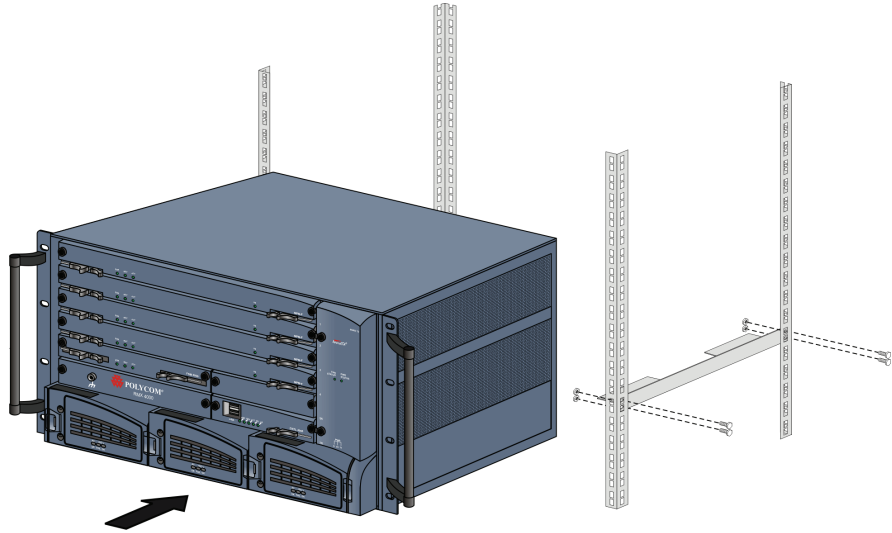

Figura 1-2 Instalación de las correderas y la RMX en un bastidor
- 1 Para instalar la RMX en un bastidor se le deben instalar correderas, como se muestra en la Figura 1-2. En el kit de *accesorios de instalación en bastidor* vienen dos correderas, que se colocan mirando hacia adentro desde el exterior del bastidor de 19" o 23".